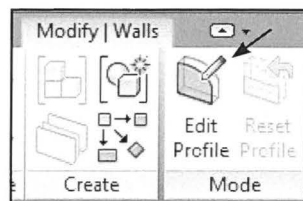

Fig. 17.28. Rediger profilet for vinduet, ved at markere vinduet og klikke på *Edit Profile*.
- Klik *Edit Profile* (Fig. 17.28).